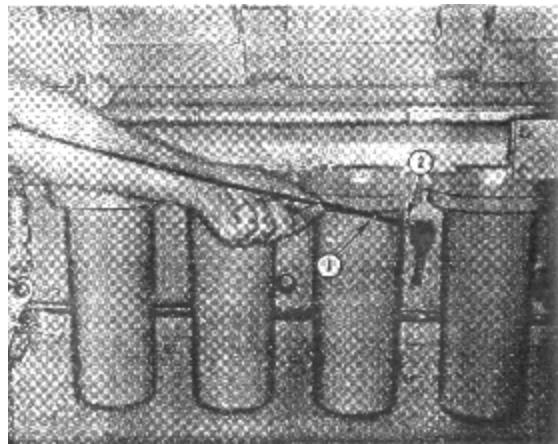

Рис. 2-1 (К21901) Проверка уровня масла
1. Проверьте уровень масла маслоштоком в отверстии, расположенном на двигателе. Рис.2-1.